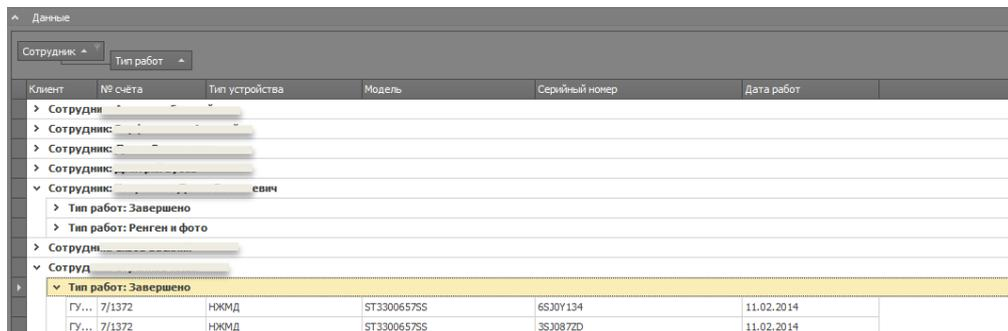

Рисунок 30
- **Блок результатов отчета (рис.30)**